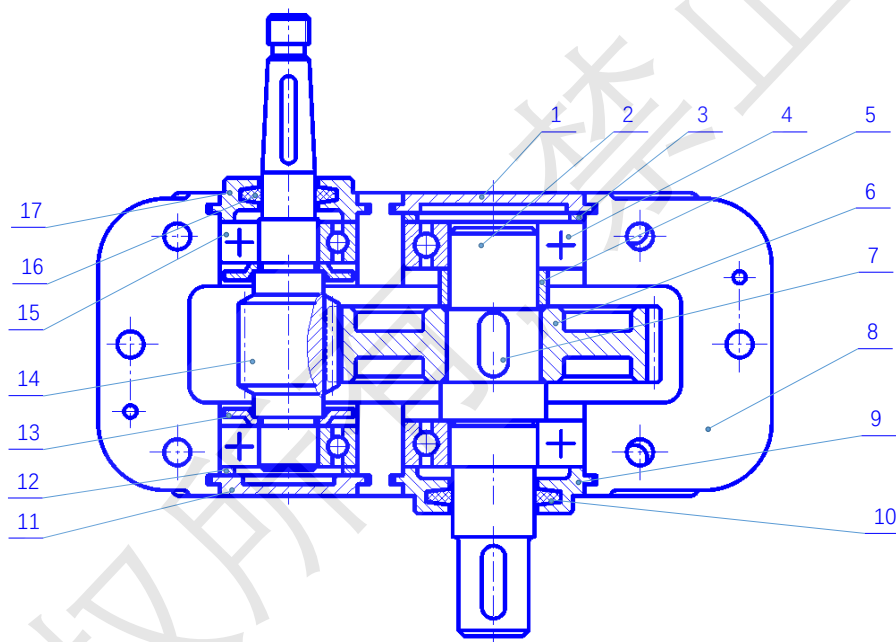

图 1 减速箱
如图 1 所示为单级圆柱直齿轮减速箱。其中，端盖 1、输出轴 2、垫片 3、滚动轴承 4、套筒 5、齿轮 6、键 7、箱座 8、端盖 9、毡圈 10、端盖 11、垫片 12、挡油环 13、齿轮轴 14、滚动轴承 15、毡圈 16、端盖 17，输出轴系的齿轮 6、套筒 5、输出轴 2、箱座 8、端盖 9、端盖 1、垫片 3 的零件图如图 2-8 所示。该产品成批生产条件下进行加工与装配，请利用所学知识和参考资料分析和解答以下问题。
(1) 能否用分组互换法进行装配, 并说明理由。(2 分)
(2) 如果轴孔按照加工经济精度 IT9 (如表 2) 进行加工, 试进行分组互换法设计, 确定轴和孔尺寸及装配方案, 并计算各组的配合性质和配合精度。(6 分)
8、减速器输出轴的装配关系如图 1 所示, 要求端盖 1 与垫片(零件 3)间的轴向间隙为 $0_{-0.04}^{+0.08}$ mm, 各零件上相关尺寸分别为: 箱座卡槽外部间距 $96C10_{+0.17}^{+0.31}$ mm, 轴承宽度 $16_{-0.084}^0$ mm, 齿轮宽度 $26h10_{+0.17}^{+0.39}$ mm, 端盖(零件 9) $6h12_{-0.12}^0$ mm, 端盖(零件 1) $3h12_{-0.1}^0$ mm, 输出轴 13 ± 0.2 mm, 套筒 $13h12_{-0.18}^0$ mm, 垫片(零件 3) $3h12_{-0.1}^0$ mm。如果采用修配法, 并以垫片(零件 3)为修配环:(20 分)